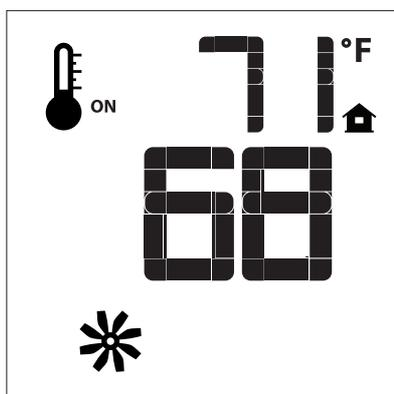
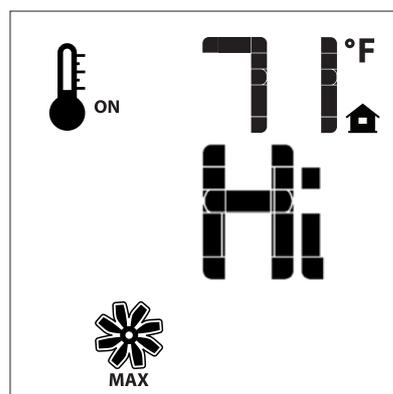

Fig. 14
Fig. 15
Si l'appareil est équipé d'un ventilateur de circulation à air chaud, la vitesse du ventilateur peut être commandée par le système de Proflame. La vitesse du ventilateur peut être réglée sur six (6) vitesses. Pour activer cette fonction utilisez la touche mode (Fig.1) pour l'indexer à l'icône de commande du ventilateur (Fig. 14). Utilisez les touches fléchées Haut/Bas pour ajuster la vitesse du ventilateur (fig. 15). Un simple "signal sonore" confirmera la réception de la commande.